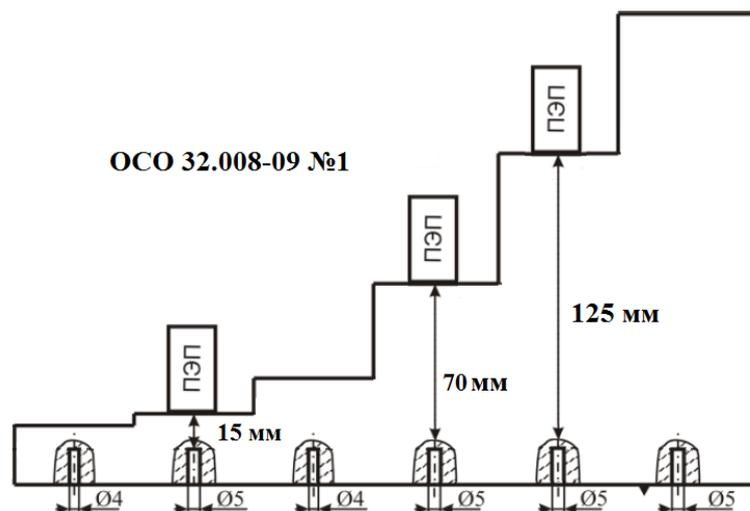

Рис. 7.2.1. Схема установки преобразователя на ОСО 32.008-09 №1 при проверке чувствительности по варианту DR2.
- установить ПЭП на ступень 15мм в ОСО 32.008-09 №1 и найти максимум эхосигнала от плоскодонного отражателя, Рис.7.2.1;
- установить ПЭП на ступень 70мм в ОСО 32.008-09 №1 и найти максимум эхосигнала от плоскодонного отражателя, Рис.7.2.1;